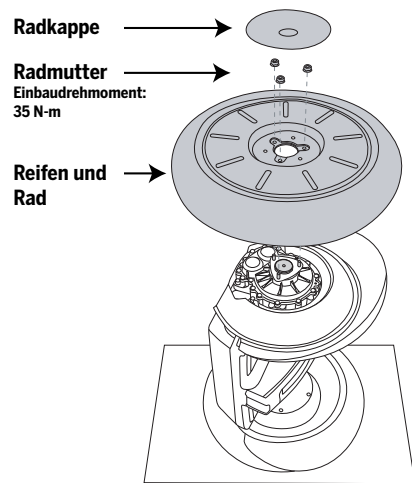

Abbildung 1. Reifen- und Radbaugruppe aus- oder einbauen
2. Entfernen Sie einen Reifen und ein Schutzblech, indem Sie den Segway PT auf die Seite kippen. Das Rad, das entfernt werden soll, muss nach oben weisen. Das andere Rad muss auf einer sauberen, glatten Oberfläche ruhen. Siehe Abbildung 1.
11. Drehen Sie die (4) Schrauben durch das Schutzblech in das Getriebegehäuse. Ziehen Sie die Schrauben mit einem sechszackigen T20-Drehmomentschlüssel auf 1,6 N·m an.
12. Halten Sie die Reifen-/Radbaugruppe über die 3 Gewindebolzen, um das Rad wieder anzubringen. Siehe Abbildung 1.
13. Halten Sie das Rad gut fest, damit es sich nicht drehen kann, und drehen Sie die (3) Radmuttern auf. Ziehen Sie die Muttern mit einem 13-mm-Steckschlüssel auf 35 N·m an.